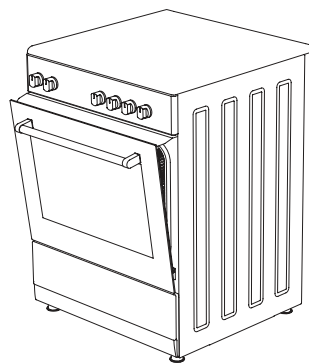

Figura 29
4. Luego asegure el panel de seguridad entre el horno y la puerta cerrando suavemente la puerta. (Figura 29)